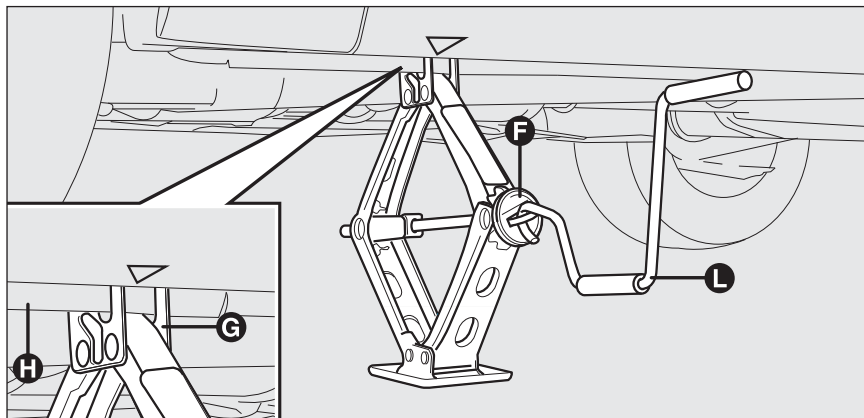

fig. 4
- accione el dispositivo **F-fig. 4** para extender el gato hasta que la parte superior del gato **G-fig. 4** se introduzca correctamente en el dispositivo de sujeción **H-fig. 4**;
- introduzca la manivela **L-fig. 4** para accionar el gato y levantar el coche hasta que la rueda se alce algunos centímetros del suelo;
- ☐ accione la manivela **L-fig. 4** del gato para bajar el coche y saque el gato;